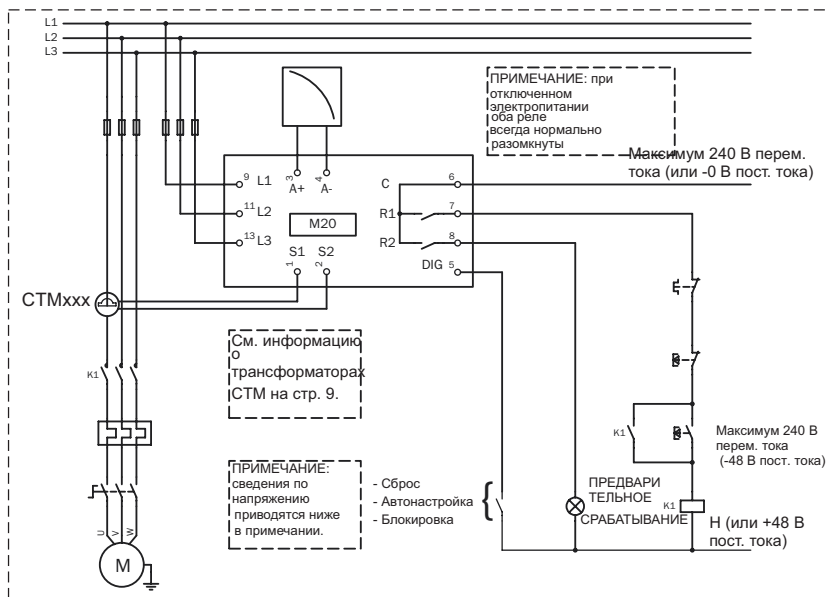

Рис. 1 Пример подключения
1. Трансформатор тока СТМxxx должен быть установлен на фазе, соединенной с клеммой 9, это фаза L1, см. Рис. 1. нарушение данного требования приведет к выходу устройства из строя.
Примечание: трансформатор тока (СТМxxx) должен быть установлен на фазе, соединенной с клеммой 9, это фаза L1, см. Рис. 1.
ПРИМЕЧАНИЕ: если ПУСК/ОСТАНОВ подключен согласно Рис. 1, рекомендуется шунтировать клеммы 6 и 7 при программировании. По завершении программирования шунт должен быть извлечен. Если подключение выполнено согласно Рис. 1, диапазон напряжений устройства, например, 3х380-500 В перем. тока, должен соответствовать напряжениям соответствующего двигателя или линии, например, 3х400 В.
В данном примере подключения показаны соединения, необходимые для однофазного оборудования. Остальные подключения показаны на Рис. 1.
В качестве цифрового входа используются клеммы 5 (DIG) и 6 (С - reference). Может использоваться сигнал переменного или постоянного тока. Если используется сигнал постоянного тока, то "+" подключается к клемме 5 (DIG), а "-" – к клемме 6. При использовании напряжения постоянного тока соблюдайте полярность. См. также Рис. 1, клемма 6: максимум 240 В перемен. тока (или -0 В пост. тока) и клемма 5: Н (или +48 В пост. тока). См. также глава 9, "Расширенные функции".